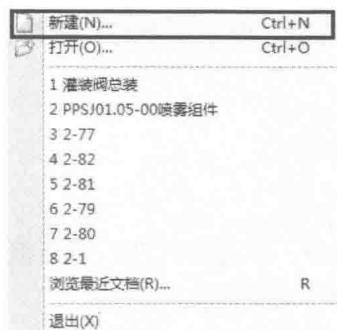

图 1-12 “新建”命令
- 如图 1-12 所示，单击在 SolidWorks 主菜单中，选择“文件”→“新建”命令，弹出“新建 SolidWorks 文件”对话框（图 1-13）。